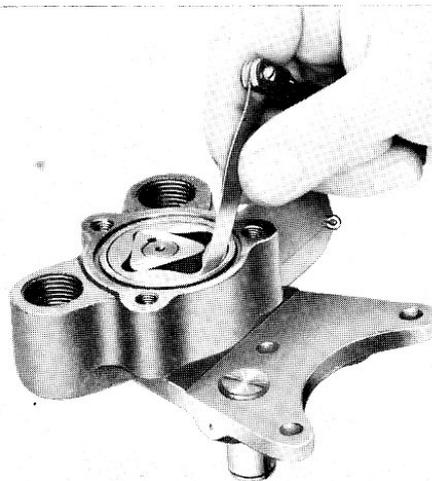

Fig. 27
- b) Le jeu entre le rotor extérieur et le Carter de pompe (fig. 27). Ce jeu ne doit pas dépasser 0,25 mm.